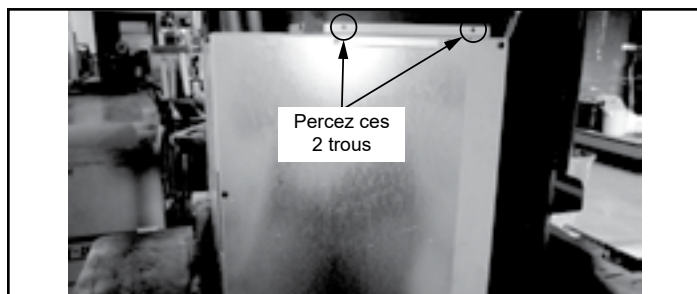

Figure 22.1
12. Utiliser la perceuse électrique avec la mèche n°26; percez 2 trous dans le côté gauche de la trémie. Ajoutez deux vis pour fixer l'ensemble carénage à l'appareil (**Figure 22.1**).